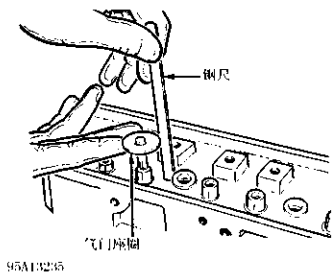

图 14-13 测量气门弹簧安装高度
1) 安装气门、气门座圈和锁夹。向上拉住气门并测量从弹簧座的顶部到气门座圈弹簧侧的高度（图 14-13）。